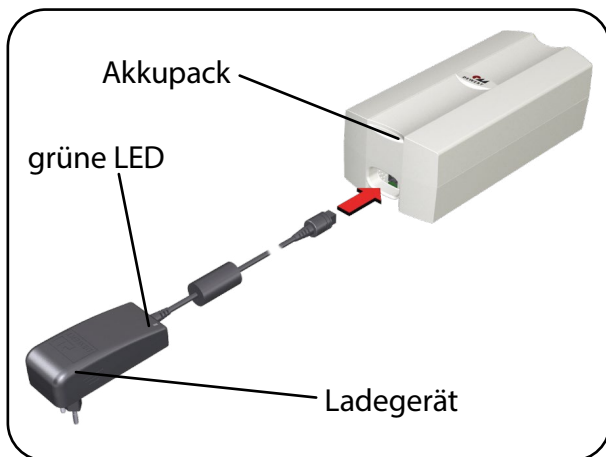

Abb. 8.7.07 – Akkupack mit Ladegerät
3. Stecken Sie die Zuleitung in die Ladebuchse des Akkupacks (Abb. 8.7.07).
5. Überprüfen Sie den Ladezustand des Akkupacks am Ladegerät. Der Ladezustand wird durch eine grüne LED angezeigt (Abb. 8.7.07).
### Kontrollleuchte am Ladegerät (Abb. 8.7.07)